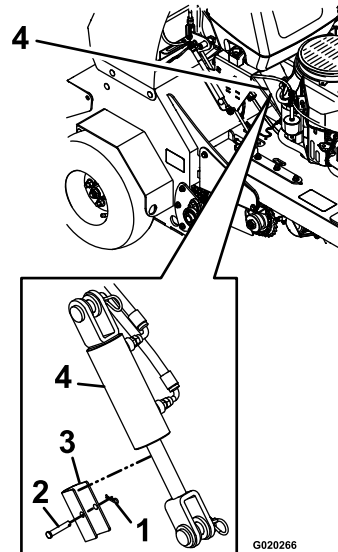

Figura 5
10. Retire y guarde el pasador, la chaveta y el tope del cilindro, según se muestra en Figura 5.